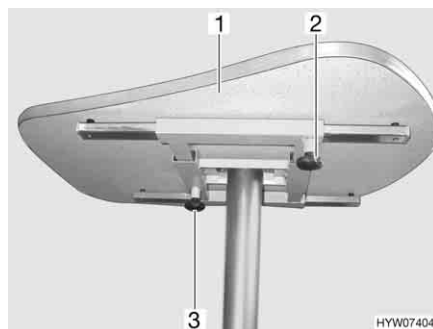

Fig. 83 Tavolo fisso con piede del tavolo ancorato
- Svitare la vite a testa cilindrica zigrinata (Fig. 83,2).
- Spingere il piano del tavolo (Fig. 83,1) nella posizione desiderata.
- Svitare la vite a testa cilindrica zigrinata (Fig. 83,3).